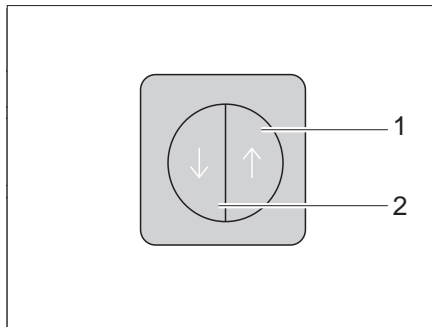

Fig. 17 Interruttore per la chiusura centralizzata del blocco cucina
Il blocco cucina è dotato di una chiusura centralizzata. Gli sportelli e i cassetti del blocco cucina possono essere bloccati e sbloccati manualmente con l'interruttore (Fig. 17).
- Premere l'interruttore (Fig. 17,2). Gli sportelli e i cassetti del blocco cucina sono bloccati.
- Premere l'interruttore (Fig. 17,1). Gli sportelli e i cassetti del blocco cucina sono sbloccati.